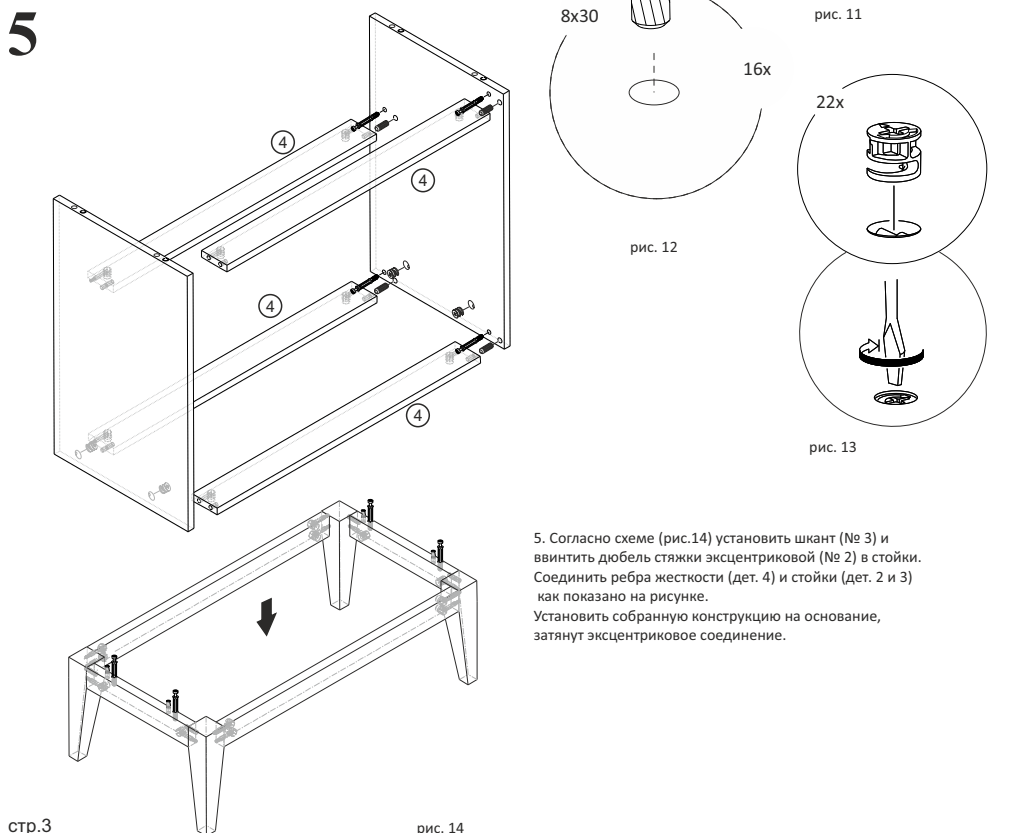

рис. 14
5. Согласно схеме (рис.14) установить шкант (№ 3) и ввинтить дюбель стяжки эксцентриковой (№ 2) в стойки. Соединить ребра жесткости (дет. 4) и стойки (дет. 2 и 3) как показано на рисунке. Установить собранную конструкцию на основание, затянут эксцентриковое соединение.